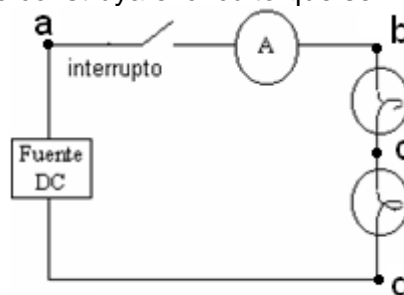

FIGURA 2
2. Con el equipo disponible construya el circuito que se muestra en la figura 2.